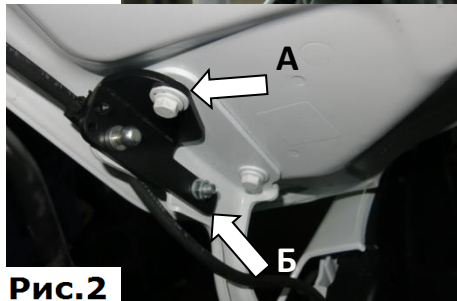

Рис.2
2. Установить кронштейн, зафиксировав его штатным болтом (А). Дополнительно закрепить кронштейн к петле капота болтом М6х16 и гайкой М6 через две шайбы 6 (Б). Прижать подгиб кронштейна к петле и сдвинуть до упора вниз (к лобовому стеклу). Затянуть штатный болт торцевой головкой №10 с усилием 9 Нм. Придерживая накидным ключом №10 болт М6х16 от проворота, затянуть гайку М6 торцевой головкой №10 с усилием 9 Нм, (Рис.2).